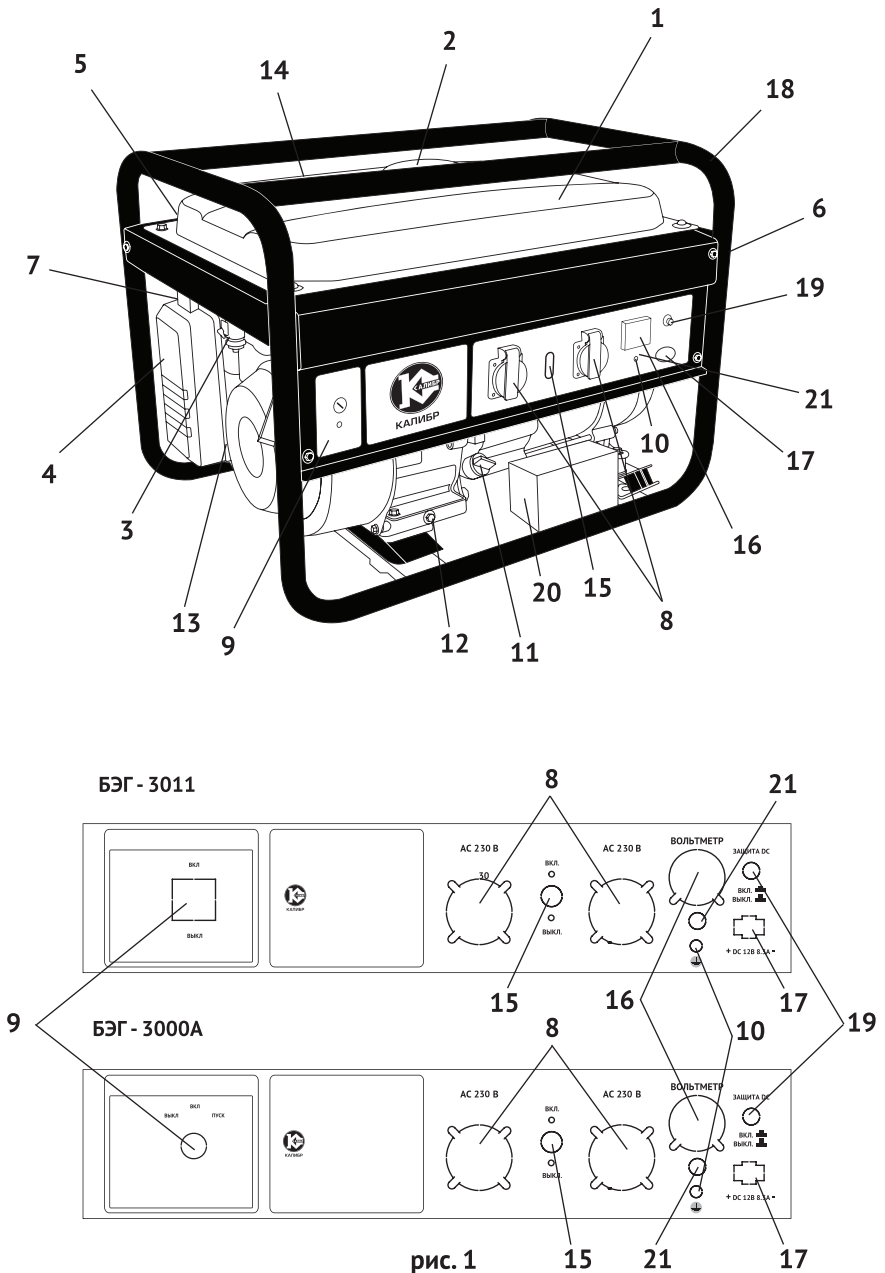

рис. 1
генератора. Передача осуществляется через коническое сопряжение ротора генератора и вала двигателя. При этом образуется самоцентрирующаяся трёхпорная схема соединения. С обмоток статора генератора напряжение подводится: через систему стабилизации на розетки переменного тока (рис.1 поз.8); через выпрямительный блок на розетку постоянного тока (рис.1 поз.17).
2.4 Общий вид бензогенератора и панели управления представлен на рис.1
3.4 Двигатель и генератор закреплены на трубчатой раме (рис.1 поз.18) через амортизаторы, что снижает вибрацию аппарата и уменьшает уровень шума при работе. Все элементы бензогенератора имеют удобный доступ для обслуживания и ремонта.
Электрическая сеть подключения потребителей относится к системе с изолированной нейтралью, предусматривающей защитное заземление открытых токопроводящих частей корпуса. В зависимости от местных условий (состав грунта, его влажность и т.п.) изменяется качество заземления. Во всех случаях защитное заземление должно иметь сопротивление не более 4-х Ом. Во время работы бензогенератора его клемма заземления (рис.1 поз.10) должна быть подсоединена к заземлителю. Практически это требование может быть реализовано следующими способами:
Выкрутите пробку-щуп из маслозаливной горловины (рис.1 поз.11) и залейте в картер масло необходимой марки до нижнего края горловины. Вставьте сухой чистый щуп в горловину картера и извлеките его. Проверьте уровень масла: граница смоченной области щупа должна располагаться между отметками минимального и максимального уровней.
5.3.1 Отключить всех потребителей переменного и постоянного тока от генератора. Перевести автоматический выключатель (рис.1 поз.15) в положение «Выкл».
- перевести выключатель зажигания (рис.1 поз.9) в положение «Вкл»;
- открыть топливный кран (рис.1 поз.3);
- перевести рычаг управления воздушной заслонкой (рис.1 поз.7) в крайнее левое положение «закрыто» при пуске холодного двигателя (для прогрева двигателя рычаг устанавливается в промежуточном положении);
- медленно потяните рукоятку стартера (рис.1 поз.13) до появления сопротивления, затем резким движением вытяните его до конца, повторите действие ещё раз, если двигатель не завёлся;
После прогрева двигателя в течение 10-40 секунд (в зависимости от начальной температуры), перевести рычаг воздушной заслонки (рис.1 поз.7) в крайнее правое положение «открыто».
- перевести выключатель зажигания (рис.1 поз.9) в положение «Выкл.» (ключ зажигания модели БЭГ-3000А – в положение «Выкл.»);
- закрыть топливный кран (рис.1 поз.3).
- напряжения переменного тока измеряется вольтметром (рис.1 поз.16);